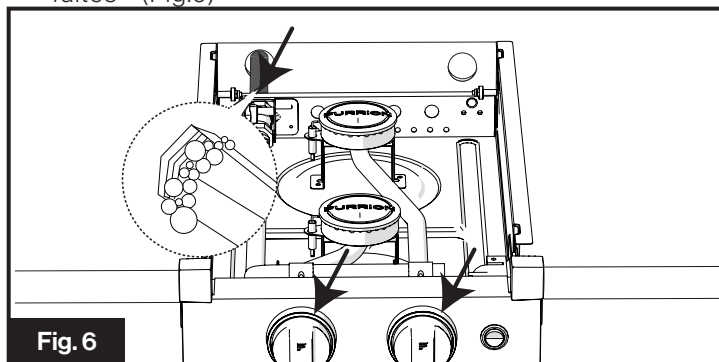

Fig. 6
2. Vérifiez l'étanchéité des raccords de tuyaux à l'aide d'une solution d'eau savonneuse. Voir la section « Contrôle des fuites » (Fig.6)